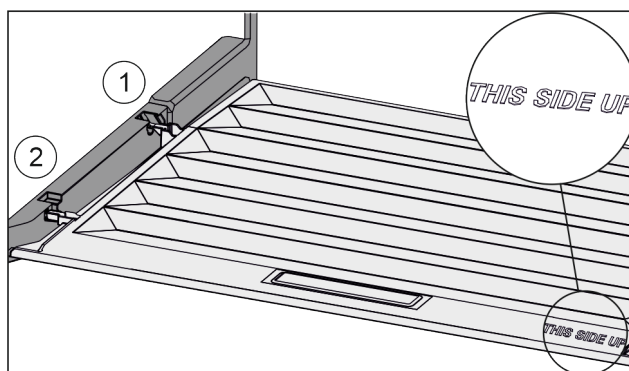

Fig. 35
- ▶ Sätt in lockbygeln över öppningen för den bakre hållaren Fig. 35 (1) och fäst den framtill i hållaren Fig. 35 (2).